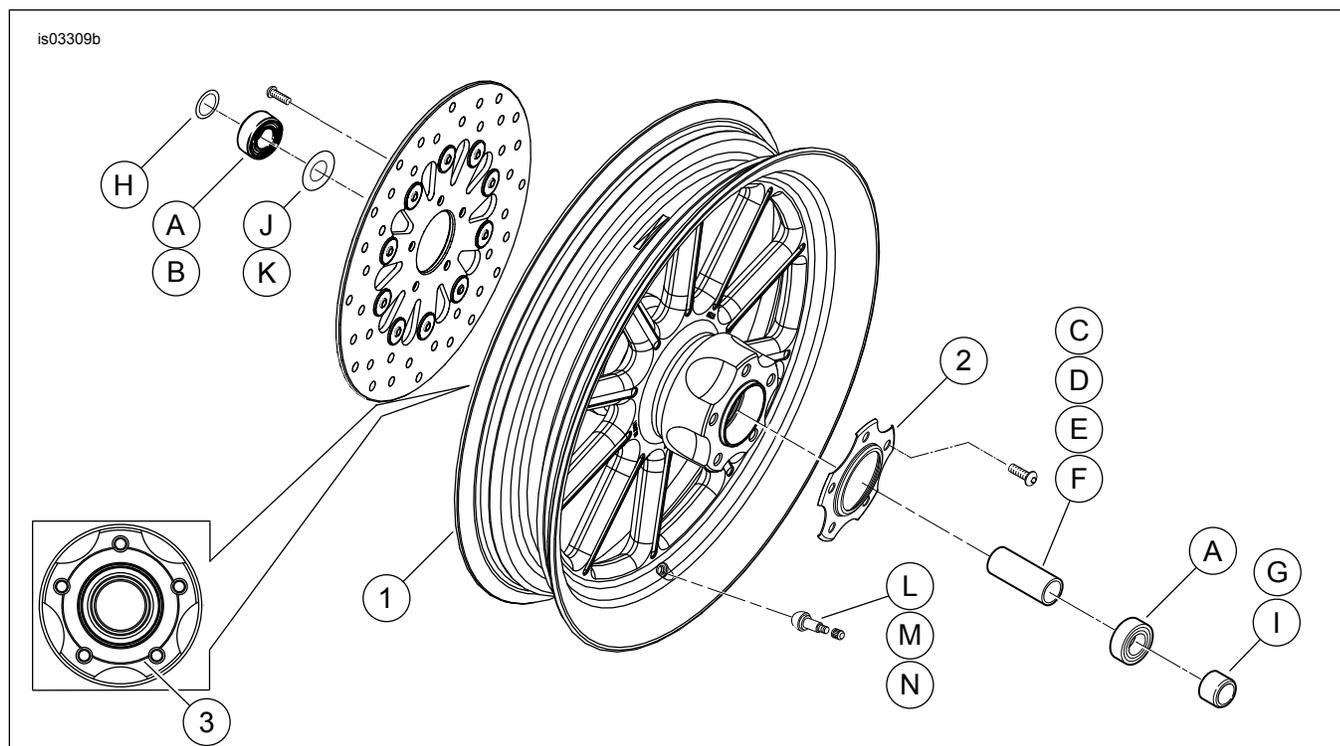

Figura 2. Parti di ricambio: Ruota anteriore Revolver (è mostrata la ruota da 16 pollici)
2. Vedere Figura 2. Installare il gruppo dello stelo della valvola (M) sulla ruota. Vedere PNEUMATICI nel manuale di manutenzione.
- *Vedere Figura 2. Per modelli con doppio disco del freno, installare i dischi del freno secondo il manuale di manutenzione. Il coprimozzo cromato (2) non è usato.*
- *Vedere Figura 2. Per i modelli con freno a disco singolo, installare il disco del freno secondo il manuale di manutenzione. Il coprimozzo cromato (2) viene installato dal lato opposto della ruota dal disco del freno.*